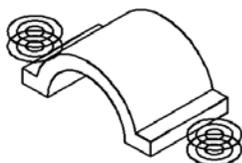

图 12.2.10 复制等轴测圆
(3) 复制等轴测圆。选择下拉菜单 **修改(M)** → **复制(C)** 命令，选取步骤 (1) 中绘制的椭圆为复制对象，按 Enter 键；捕捉该等轴测圆的圆心为基点；按 F5 键切换到右等轴测面，将光标向上移动，在命令行中输入位移值 10 后按两次 Enter 键结束操作。
(4) 按 Enter 键以重复“复制”命令，选取步骤 (2) 与步骤 (3) 得到的等轴测圆为复制对象，指定圆心为基点，按 F5 键切换到左等轴测面，向左上方移动光标，在命令行中输入位移值 140 并按 Enter 键，结果如图 12.2.10 所示。